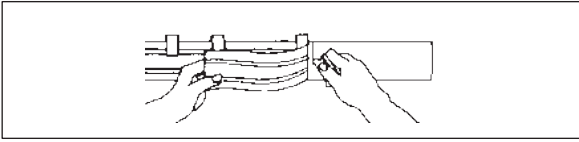

Fig. 30
5. Piegare all'indietro metà fascia, verso la cerniera, staccare il liner e tagliarlo. Fig. 30